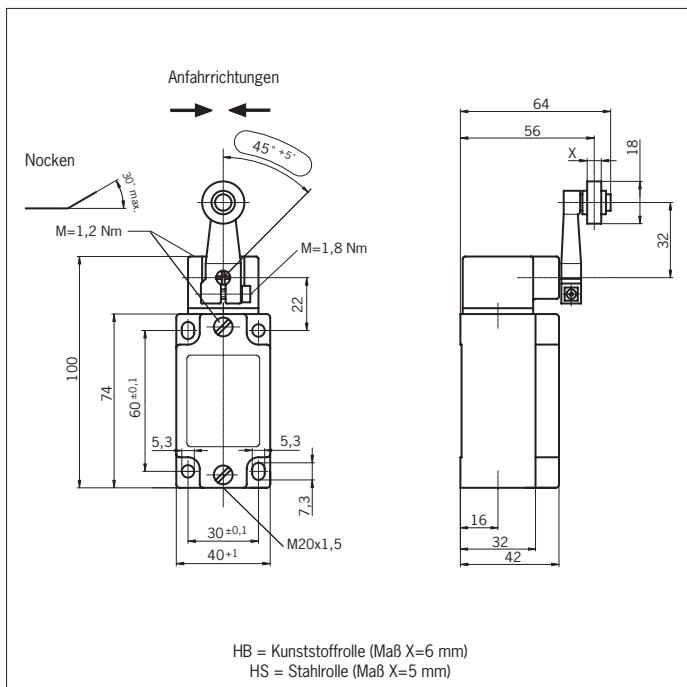
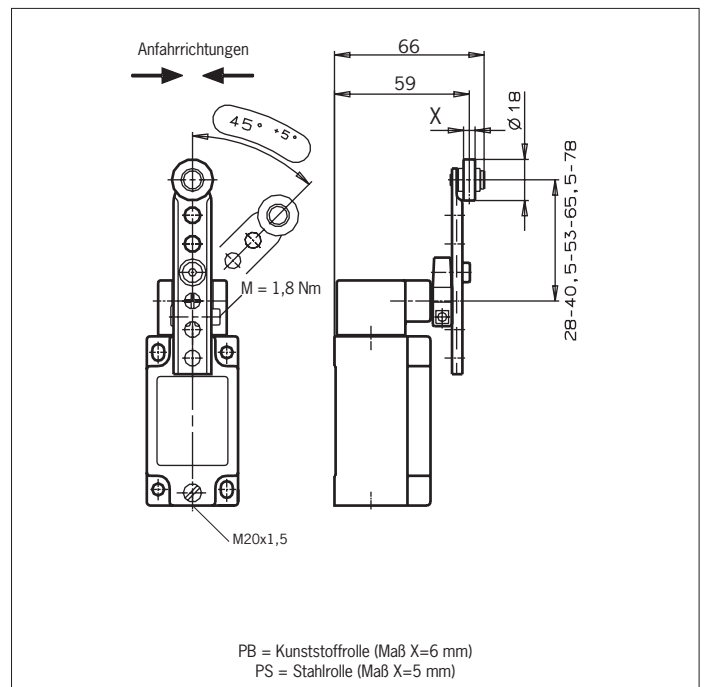

Bild 8: Maßzeichnung NZ1H.. mit Leitungseinführung
Bild 9: Maßzeichnung NZ1P.. mit Leitungseinführung
- ▶ To ensure correct operation, the trip dogs must be fitted so that the actuator is deflected by at least an angle of $(45^\circ +5^\circ)$ (achievement of the stipulated contact opening, see Figure 8 and Figure 9).